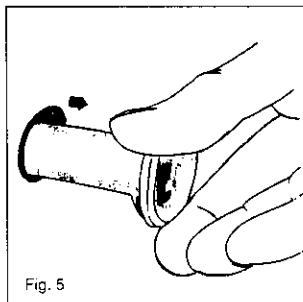

Fig. 5
6. Retirez les traverses et sortez les 4 cales de bridage. Fig. 5.